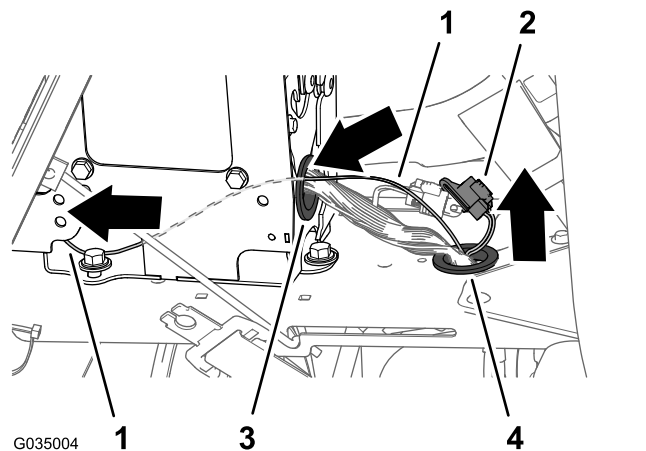

Figure 114
4. Acheminez la branche de 81 cm du faisceau arrière le long du faisceau avant et vers le haut à travers le passe-câble situé dans le profilé de la console (Figure 114).
5. Acheminez la branche de 81 cm du faisceau arrière vers l'avant, le long du faisceau avant et à travers le passe-câble situé à l'arrière de la console (Figure 114).